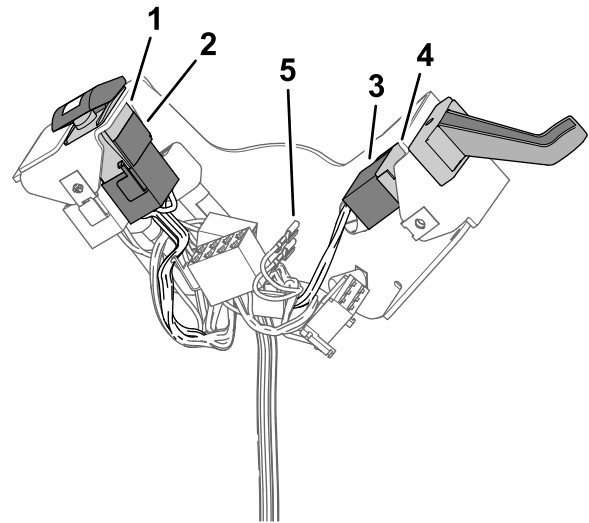

Figura 10
1. Enchufe el conector hembra de 8 vías marcado HAZARD SWITCH - NA en el conector de 8 pines del interruptor de las luces de emergencia (Figura 10).
2. Enchufe el conector hembra de 8 vías marcado TURN SIGNAL -NA en el conector de 8 pines del interruptor de paleta (Figura 10).